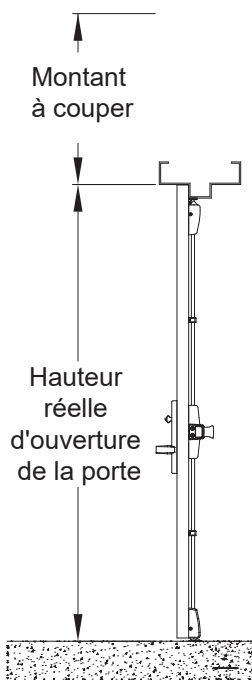

Figure 2
2. Déterminer la longueur des tiges tel qu'illustré à la **Figure 2**. Si nécessaire, couper la tige et tarauder. Voir "COUPER/ALLONGER LA TIGE" à la page 10.